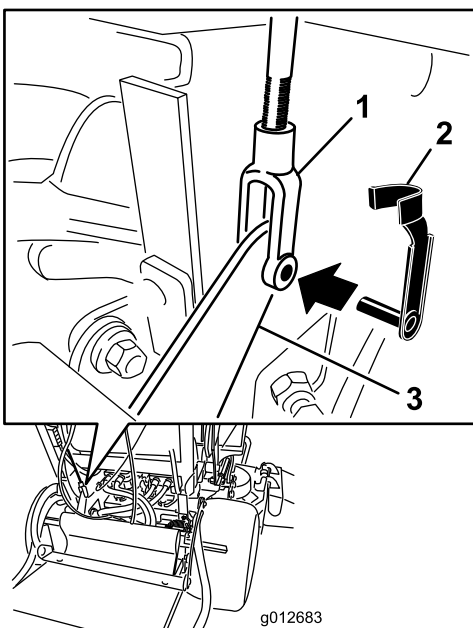

Figure 61
4. Pour régler le frein, retirez le ressort d'axe de chape du levier de frein inférieur et de la chape (Figure 61).
7. Fixez la chape au levier de frein inférieur avec le ressort de l'axe de chape (Figure 61).